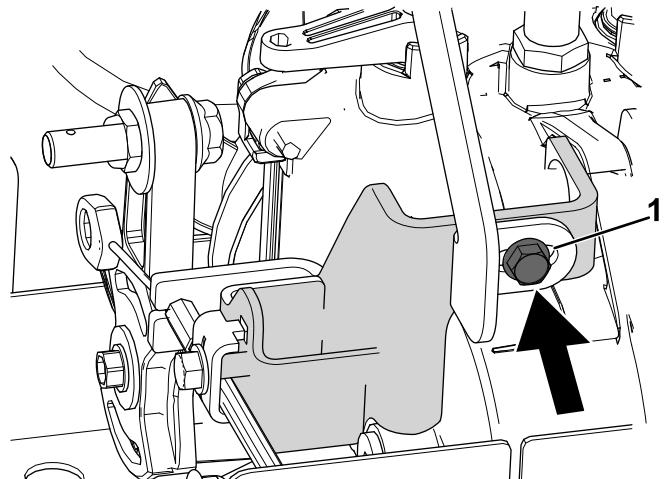

Bild 13
3. Setzen Sie die Sechskantschraube ($\frac{1}{4}$ " x $\frac{5}{8}$ ") ein, mit der Halterung des Hydrostatikantriebs an der oberen Halterung des Hydrostatikantriebs befestigt ist (Bild 13).
4. Ziehen Sie die Schraube ($\frac{1}{4}$ " x $\frac{5}{8}$ ") fest, mit der Halterung des Hydrostatikantriebs an der oberen Halterung des Hydrostatikantriebs befestigt ist (Bild 13).